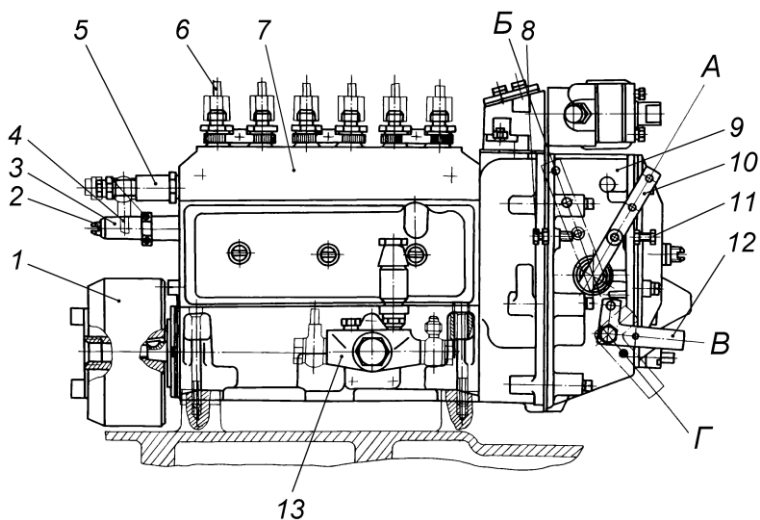
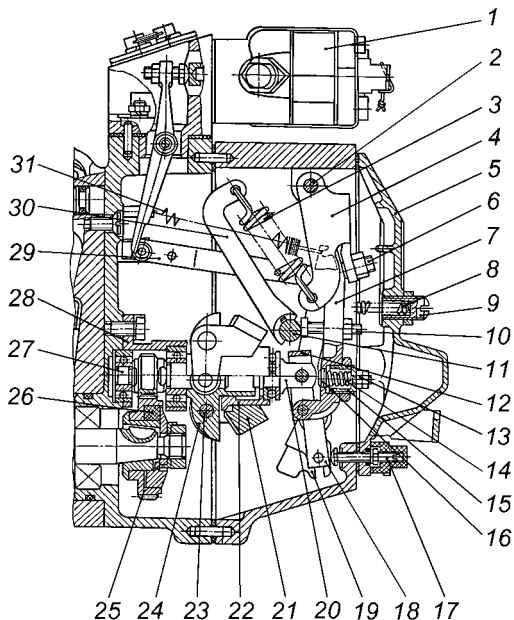

Рис. 30. Топливный насос высокого давления:
Рис. 31. Регулятор частоты вращения:
Топливный насос высокого давления в сборе с регулятором частоты вращения, муфтой опережения впрыска и топливоподкачивающим насосом изображен на рис. 30.
Рейка топливного насоса перемещается в направляющих втулках, запрессованных в корпус насоса. Выступающий из насоса конец рейки защищен втулкой 3 (рис. 30), в которую ввернут винт 2, ограничивающий мощность двигателя в обкаточный период. Винт-ограничитель контрится проволокой и пломбируется.
ТНВД оснащен всережимным механическим регулятором частоты вращения (рис. 31), который, изменяя подачу топлива в зависимости от нагрузки, поддерживает заданную водителем частоту вращения коленчатого вала двигателя.
Подача топлива полностью выключается механизмом останова, состоящим из кулисы 19, рычага останова 12 (рис. 30) и возвратной пружины, расположенной за рычагом останова под крышкой.
Кулиса с рычагом останова соединяется пружиной, расположенной внутри кулисы и предохраняющей механизм регулятора от чрезмерных усилий при выключении подачи топлива. Во время работы двигателя кулиса прижата усилием возвратной пружины к регулировочному винту 17 (рис. 31).
- 1 Максимальная частота вращения холостого хода (начало выброса рейки) регулируется болтом 8 (рис. 30).
- 2 Минимальная частота вращения холостого хода регулируется болтом 11 (рис. 30) и корпусом буферной пружины 9 (рис. 31).
- 4 Номинальная мощность регулируется винтом 17 (рис. 31).
- 5 Предварительное натяжение пружины (разность частоты вращения конца и начала выброса рейки) регулируется винтом 6 (рис. 31).